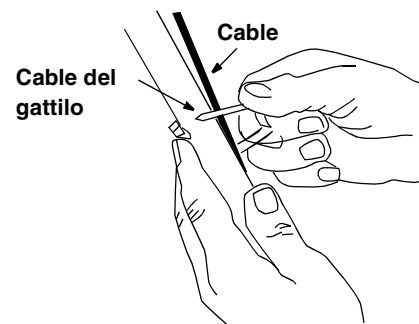

Figura 15
- Asegure el cable del gatillo de giro a la derecha al mango derecho inferior, usando el amarre de cable provisto en el conjunto de ferretería. Vea la Figura 15.